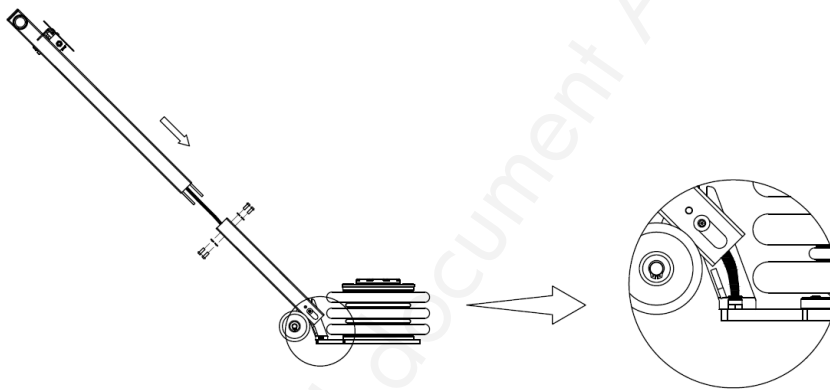

Figure 3
2. (PBK302L) Assemblage du levier : Insérez la partie 2 du levier dans la partie 1 (voir figure 3). Veillez à ce que le tuyau d'air soit d'abord inséré dans la partie 1 et qu'il sorte par l'autre extrémité. Verrouillez la partie supérieure et la partie inférieure avec des vis, puis insérez le tuyau d'air dans le connecteur rapide de la plaque inférieure (voir figure 3 à droite).